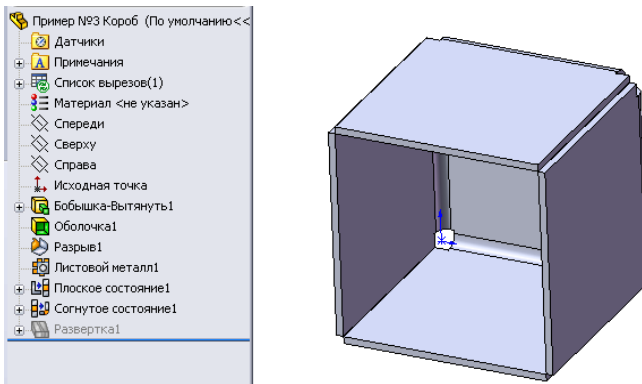

Рисунок 9.51 - По периметру грані створено округлення й рельєфні підрізи
7. Натиснемо кнопку **ОК**, і по периметру грані з'являться округлення й рельєфні підрізи (рис. 9.51). При цьому в дереві конструювання з'являться елементи: «**Листовой металл1, Плоское состояние1, Согнутое состояние1 и Развертка1**», тобто тонкостінна деталь буде перетворена в деталь із листового матеріалу.